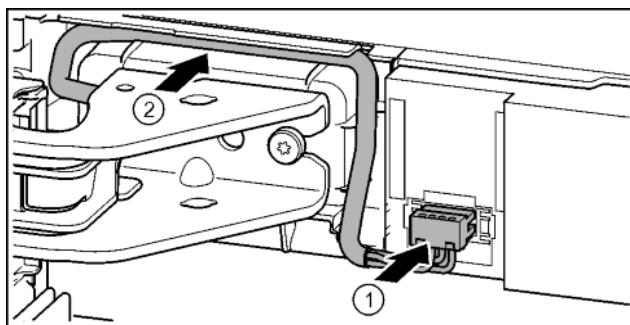

Fig. 38
- ▶ Stecker über oberen Lagerbock einrasten und Kabellitzen vorsichtig in Kanal legen. Fig. 38 (1)
- ▶ Graues Kabel vorsichtig in der Führung über dem oberen Lagerbock verlegen. Fig. 38 (2)